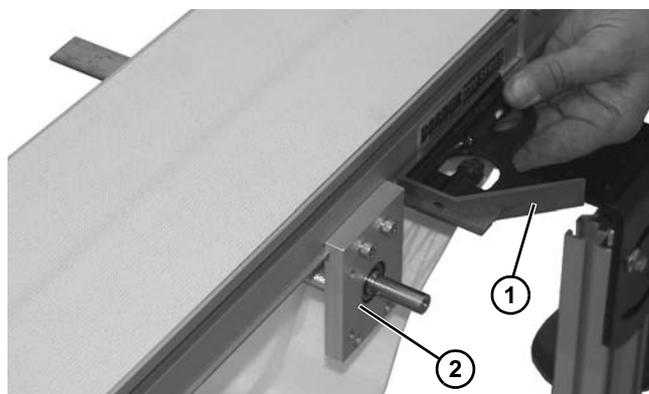

Figura 76
9. Asegúrese de usar una escuadra (Figura 76, artículo 1) en los bloques de montaje (Figura 76, artículo 2) de manera que los bloques estén alineados los unos con los otros antes de apretar las piezas metálicas.